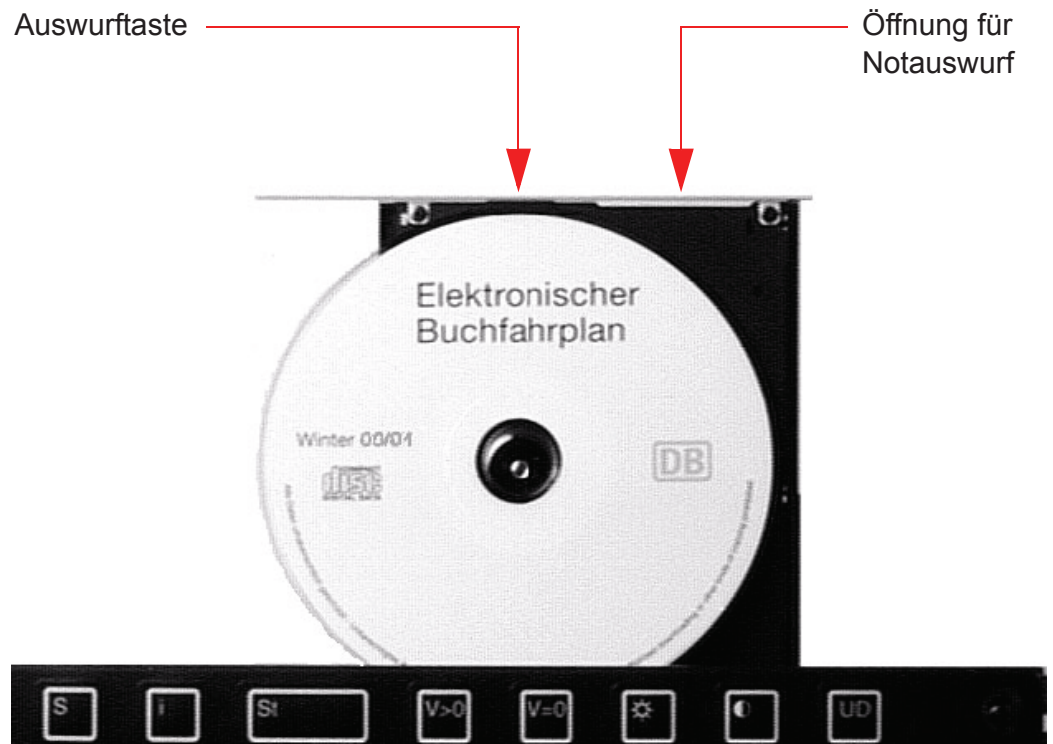

Bild 3-34 Einlegen einer CD-ROM in das CD-ROM-Laufwerk
- Falls das Gerät stromlos ist, erreichen Sie dies, indem Sie mit einem dünnen Stift o.Ä. (z. B. aufgebogene Heftklammer) vorsichtig den Notauswurf bedienen (siehe Bild 3-34).